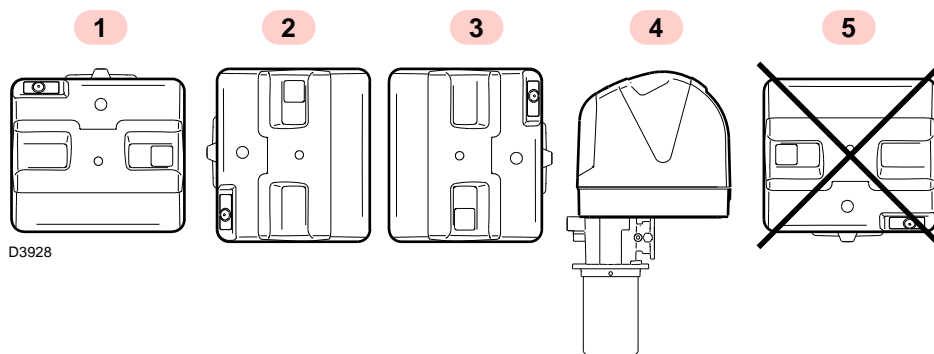

Fig. 10
- Il bruciatore è predisposto esclusivamente per il funzionamento nelle posizioni 1, 2, 3 e 4 (Fig. 10).
Lo spessore massimo del portello anteriore della caldaia (vedere quota "a", Fig. 10), completo di refrattario, non deve superare 200 mm.